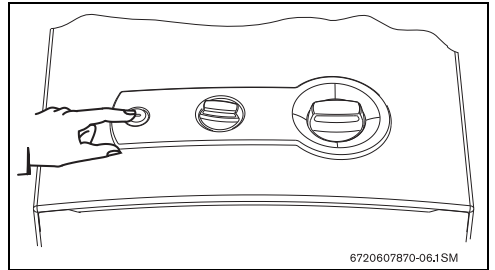

Fig. 5
- ▶ Para tal fin, basta conectar el interruptor (→Fig. 5).